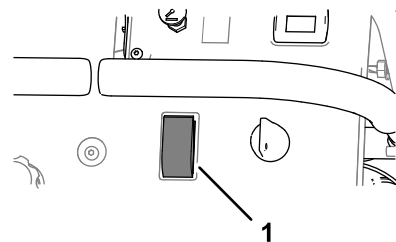

Figura 39
5. Ponga el interruptor de la bomba de fumigación en la posición de ACTIVADO (Figura 39).